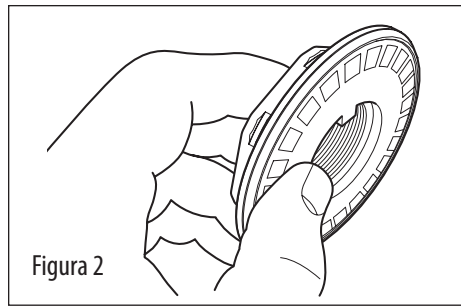

Figura 2
2. Asiente la arandela plana sobre el dorso de la tuerca de husillo (vea la figura 2).